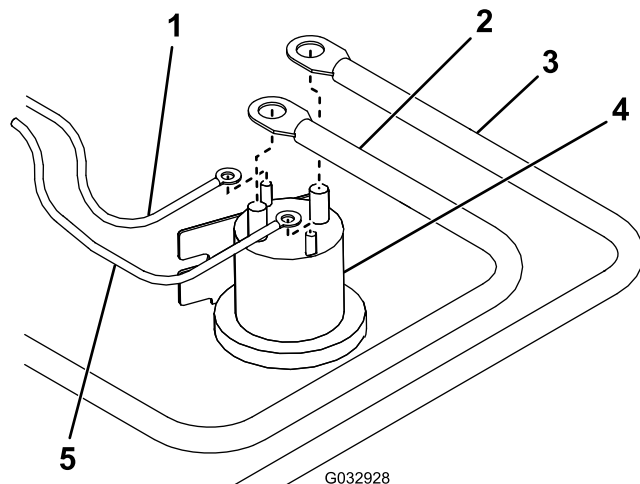

Figure 2
19. Branchez le fil blanc/noir du faisceau de câblage à la petite borne sur le solénoïde de la pompe (Figure 2).
20. Branchez le fil marron du faisceau de câblage à l'autre petite borne sur le solénoïde de la pompe (Figure 2).
22. Reliez le câble d'alimentation/de masse rouge à la grande borne sur le solénoïde de pompe (Figure 2).
23. Reliez le câble de batterie à l'autre grande borne sur le solénoïde de pompe (Figure 2).